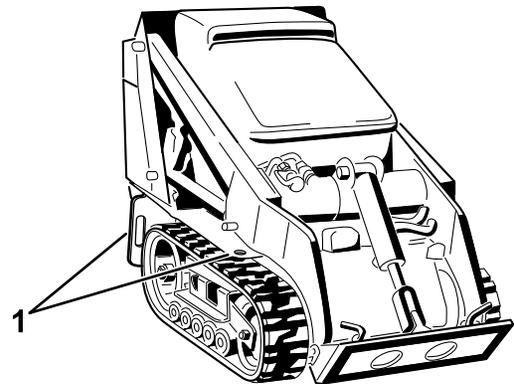

図 21
8. 機体についているロープ掛けポイントを使い、チェーンやロープ、ワイヤなど適切なものでしっかりと機体をトレーラに固定する図 21。ロープ掛けや積荷固定については各地域の法令などに従ってください。
ロープ掛けポイントを吊り上げポイントとして利用することができます 図 21を参照。